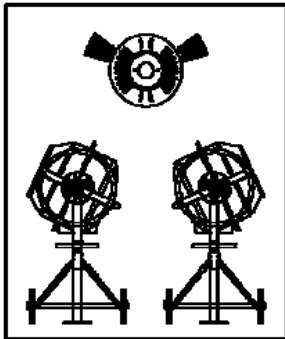

Abb.13
- Positionieren Sie die Achse der Trommel für das Beladen mit Mörtel, wie in Abb.13 dargestellt.